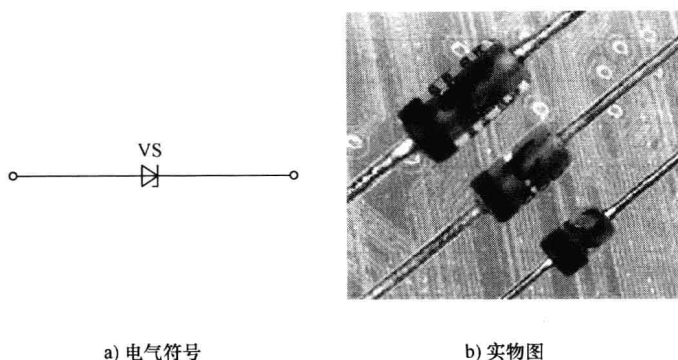

图 1-8 稳压二极管的电气符号与实物图
**【稳压二极管】** 稳压二极管又称齐纳二极管，简称稳压管，是一种用特殊工艺制作的面接触型硅半导体二极管。与普通二极管不同之处在于它正常工作于反向击穿区，当外加反向电压撤除后，管子仍能恢复正常状态，这种性能称为可逆性反向击穿。稳压二极管常见的电气符号与实物图如图1-8所示。